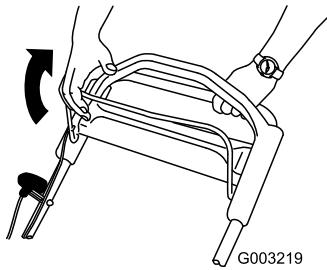

Figure 17
2. Maintenez la barre de commande de la lame contre le guidon (Figure 17).